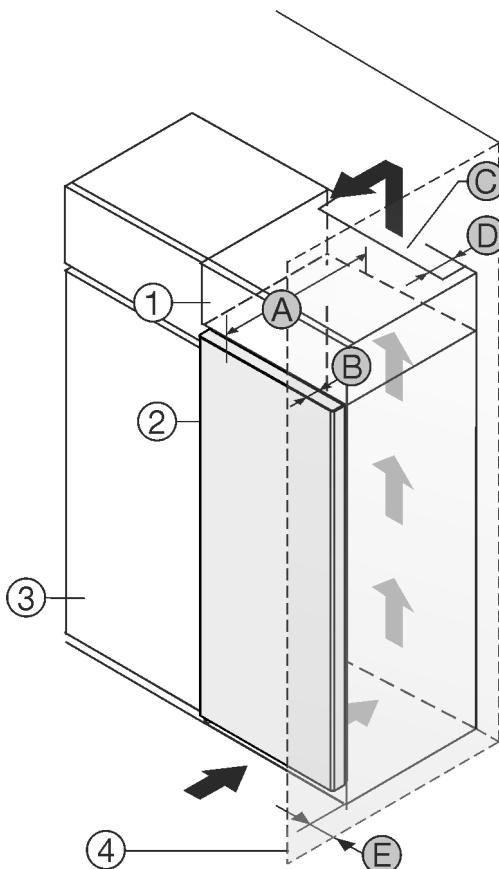

Fig. 1
Ви можете встановити пристрій безпосередньо поряд із кухонною шафою Fig. 1 (3).*
Зі зворотного боку шафи для встановлення на пристрій слід передбачити вентиляційну шафу завглибшки Fig. 1 (D) на всю ширину цієї шафи.*
Слід дотримуватись вентиляційного отвору Fig. 1 (C) в стелі приміщення.*
Якщо пристрій із шарнірами встановлюється поряд зі стіною Fig. 1 (4), відстань між пристроєм і стіною повинна бути не менше 13 мм.*
Якщо пристрій із шарнірами встановлюється поряд зі стіною Fig. 1 (4), відстань між пристроєм і стіною повинна бути не менше 20 мм.*
Щоб мати можливість повністю відкривати дверцята, потрібно, щоб пристрій виступав на відстань глибини дверцят Fig. 1 (B) відносно передньої панелі кухонної шафи. Залежно від глибини кухонних шаф Fig. 1 (3) та використання пристінних розпірок пристрій може ще більше виступати вперед.*